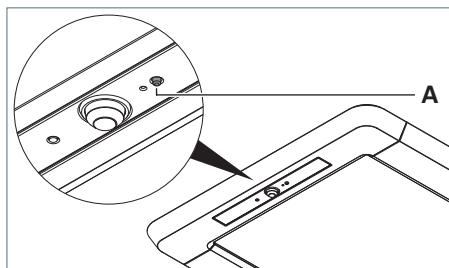
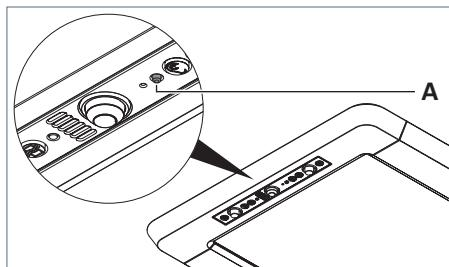

Fig. 24: Effectuer une réinitialisation, modèle R.
Fig. 25: Effectuer une réinitialisation, modèle RX.
- ▶ Appuyez sur la touche **A**, maintenez-la enfoncée et rebranchez le luminaire à l'alimentation électrique, voir Fig. 24 et voir Fig. 25.